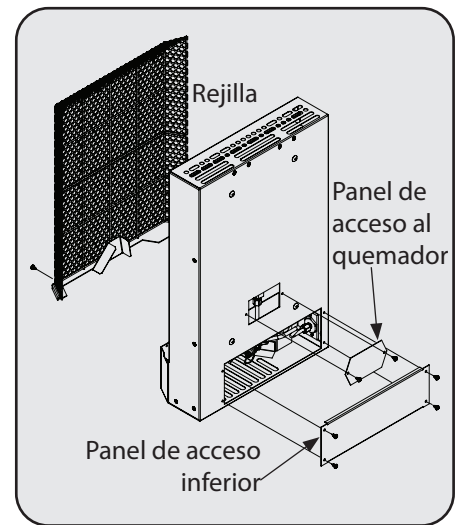

Figura 7
4. Saque el panel de acceso en la parte inferior trasera del calefactor, removiendo los (4) tornillos del panel de acceso. Consulte la Figura 7. Saque el panel de acceso al quemador removiendo los (2) tornillos del panel de acceso al quemador.
5. Remueva los (2) dos tornillos en la parte inferior de la rejilla que aseguran el soporte de la rejilla al gabinete principal del calefactor. Consulte la Figura 7.